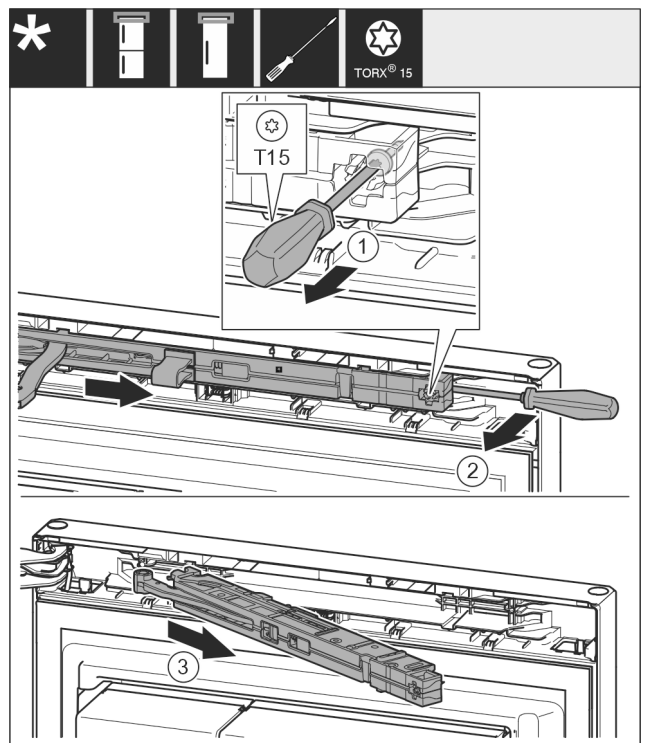

Fig. 11
- ▶ Vijak na blažilniku odvijte z izvijačem T15 za pribl. 14 mm. Fig. 11 (1)
- ▶ Na strani ročaja zataknite izvijač za enoto blažilnikov za zapiranje vrat in jo obrnite naprej. Fig. 11 (2)
- ▶ Izvlecite enoto blažilnikov za zapiranje vrat. Fig. 11 (3)